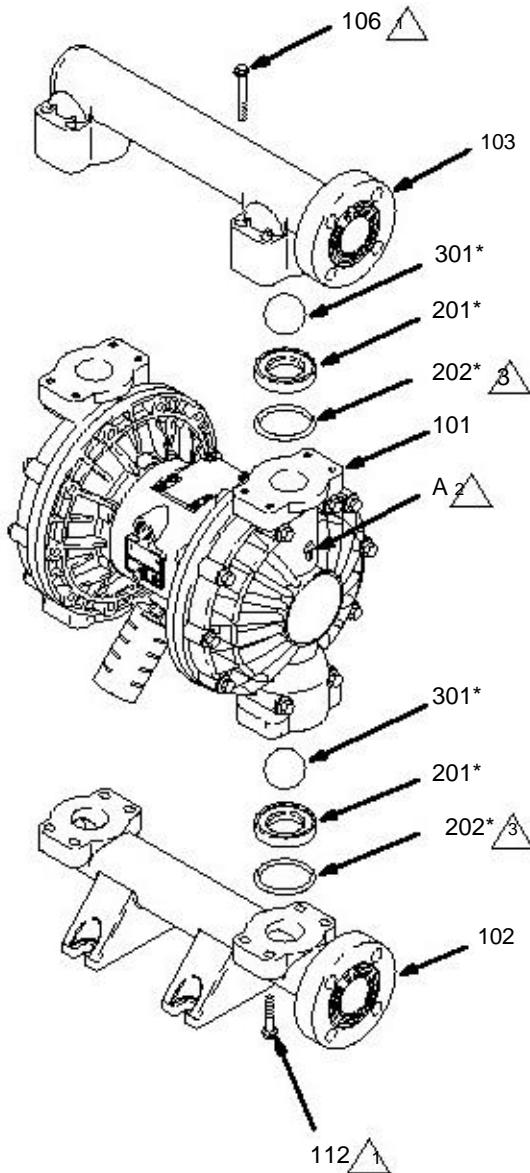

Fig. 11
3. 使用 10 mm 套筒扳手, 拆下出口处 (103与流体盖 (106) 之间的8颗螺栓 (106) 。见图11.
4. 拆下阀座 (201), 阀球 (301), 和O型圈 (202).
2. 按照图11以倒序重新组装. 检查并确定阀球是否完全组装好, 如图所示。流体盖(101) 的尖头 (A) 必须对准岐管(103)出口.
- 尖头 (A) 必须对准岐管 (103)出口.